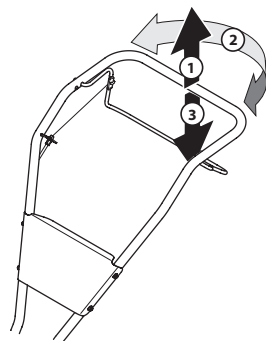

Figura 17
1. Para comenzar a voltear, levante los manillares hasta que los dientes se separen del suelo y el motor y los dientes estén balanceados por encima de las ruedas. Vea la Figura 17.
2. Con la cultivadora equilibrada, empuje hacia el costado sobre el manillar en la dirección en que se está volteando. Vea la Figura 17.
3. Después de dar la vuelta, introduzca lentamente los dientes en el suelo para reiniciar la labranza. Vea la Figura 17.